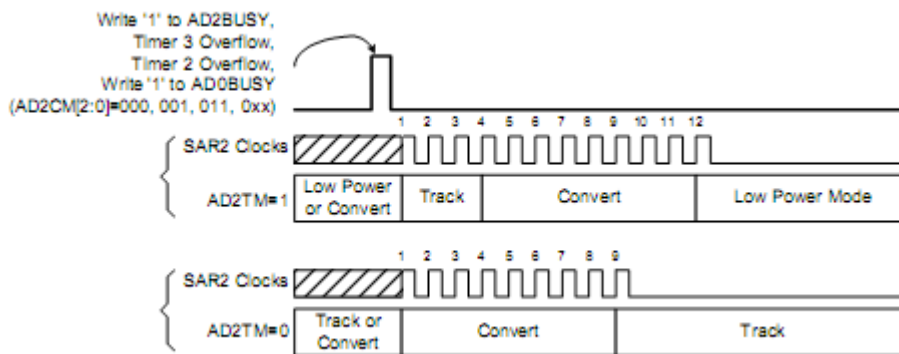

Fig. 2.1. Cronograma conversiei pentru modurile low power si continuous tracking
- **modul de lucru low-power (economic de putere):** atat timp cat dispozitivul nu face o conversie, el functioneaza intr-un mod low-power, in care consuma foarte putina putere. Acest mod de lucru este foarte eficient pentru sistemele in care se doreste un consum redus de putere. Totusi, la primirea unei comenzi de conversie, sunt necesare 3 tacte de ceas pentru ca dispozitivul sa poata incepe conversia. In acest caz, timpul necesar unei conversii creste de la 8 tacte la 11 tacte de ceas ale SAR-ului, dupa cum se poate observa in Fig. 2.1.
In Fig. 2.1. este prezentata diagrama bloc a convertorului DAC0.